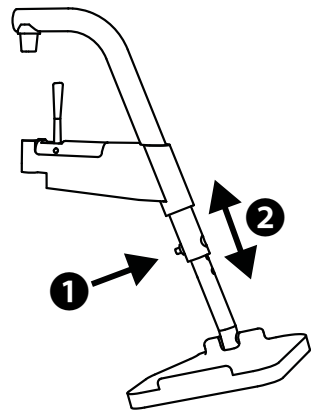

Fig.9
1. Allentare la vite sul retro del tubo del poggiamambe (1, fig. 9).
2. Regolare l'altezza della pedana poggipiedi a piacere tramite i 9 fori predisposti (2, fig. 9).